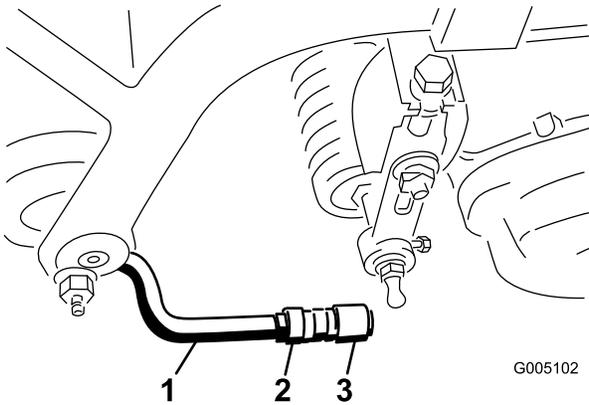

図 9
6. ソケットの開口部とボールスタッドの中心を合わせ、ジャムナットを締めてソケットを固定する（図 9）。